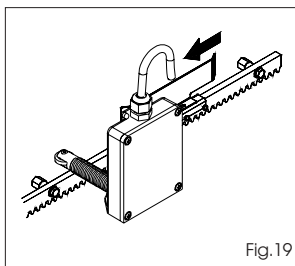

Fig.19
6) Ripetere le operazioni dei punti 4 e 5 per il finecorsa di chiusura, Fig.19.